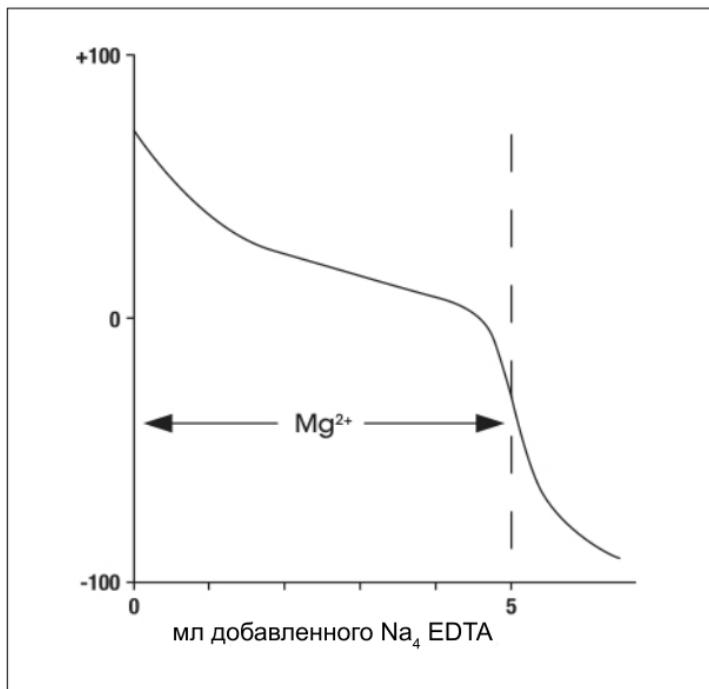

Рис. 4. Типичная кривая титрования 100 мл пробы с концентрацией 10^{-3} моль/л Mg^{2+} (с добавлением Cu-ЭДТА в качестве индикатора)
4. Выполните титрование до точки эквивалентности, используя встроенный шаблон стандартного метода титрования EQP (до точки эквивалентности) титратора Tx Excellence или G20 Compact. Точка эквивалентности в процессе титрования — это точка, соответствующая максимальному наклону кривой (точка перегиба). См. рис. 4.